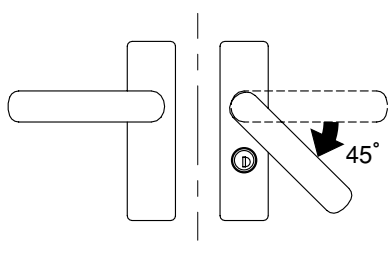
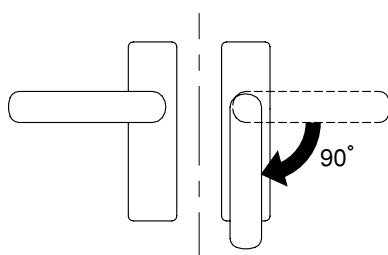

図2-1 内開き
図2-2 外開き
- 3 内開きの場合は約45°でストップすることを、また、外開きの場合は約90°でストップすることを確認してください。(図2-1、図2-2参照)